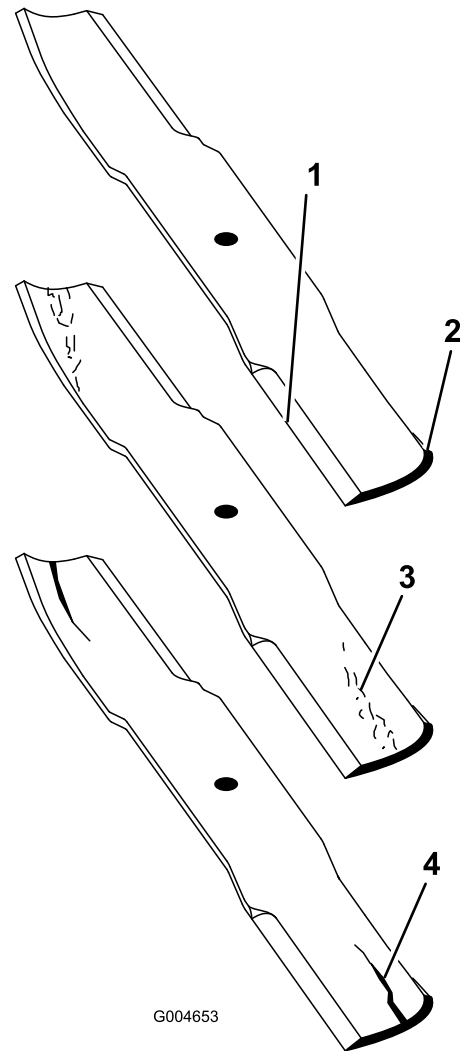

Figura 84
2. Examine cuidadosamente as extremidades da lâmina, prestando especial atenção à zona onde se encontram as partes curvas e planas da lâmina (Figura 84). Deverá verificar o estado da lâmina antes da operação de corte, já que a areia e outro material abrasivo poderá desgastar o metal que liga a parte curva e plana da lâmina. Se verificar que esta zona se encontra desgastada (Figura 84), substitua a lâmina.